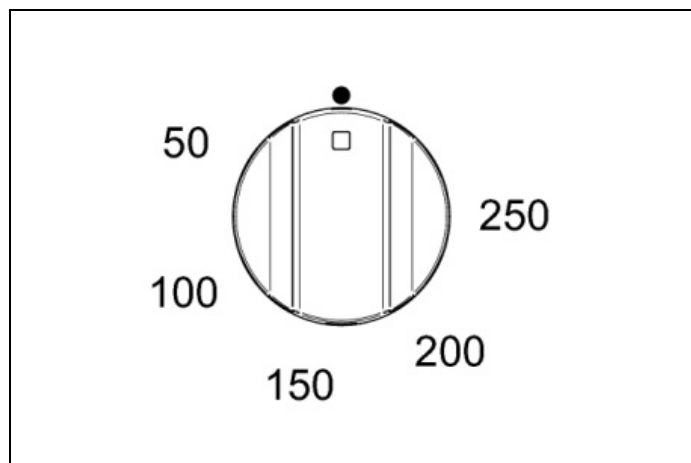
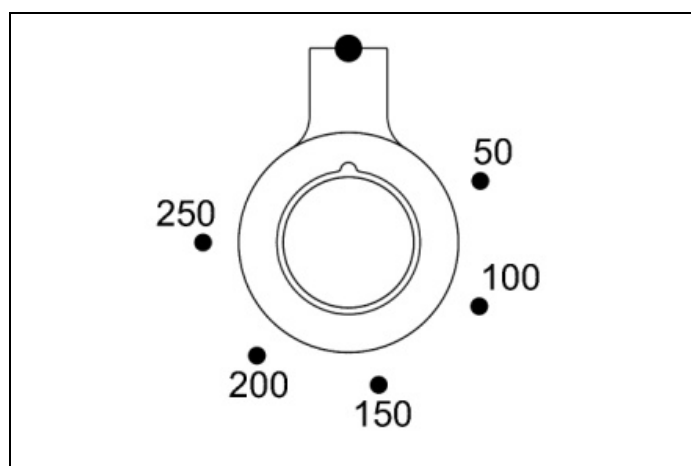
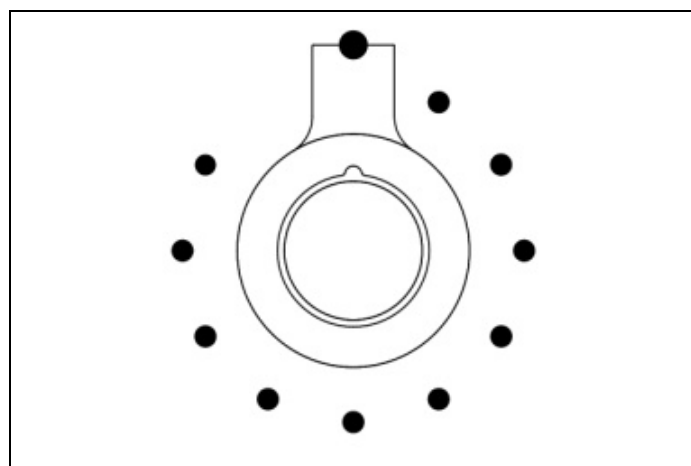

Fig. 26
Fig. 27
Fig. 28
- 2) Tourner le bouton de la température (Fig. 26 - Fig. 27 et Fig. 28 uniquement pour le modèle PRO T) dans le sens des aiguilles d'une montre pour sélectionner la température souhaitée. Le voyant orange s'éteint dès que le four atteint la température choisie et il est prêt. Il est normal que ce voyant s'éteigne et s'allume pendant la cuisson afin que les éléments maintiennent une température constante (le fonctionnement du four est indiqué sur l'afficheur du programmeur uniquement pour la version PRO T).